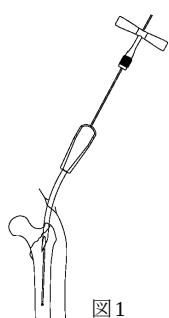

図1
- 1) 骨折部を整復後、中空オウルにて大転子頂部を開窓し、T 型ガイドワイヤーハンドルにて把持したガイドワイヤーを挿入します。(図 1)